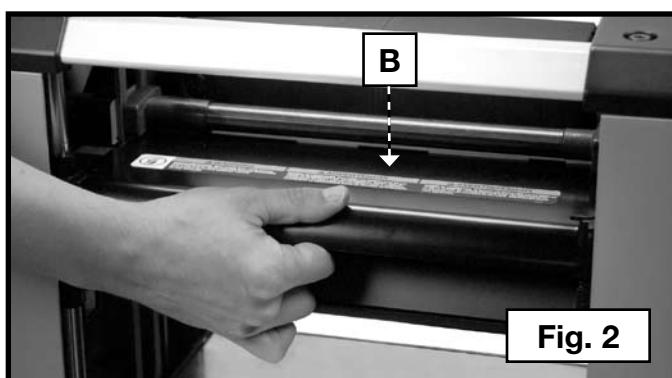

Fig. 2
2. Retirer le déflecteur de poussière (B), fig. 2.